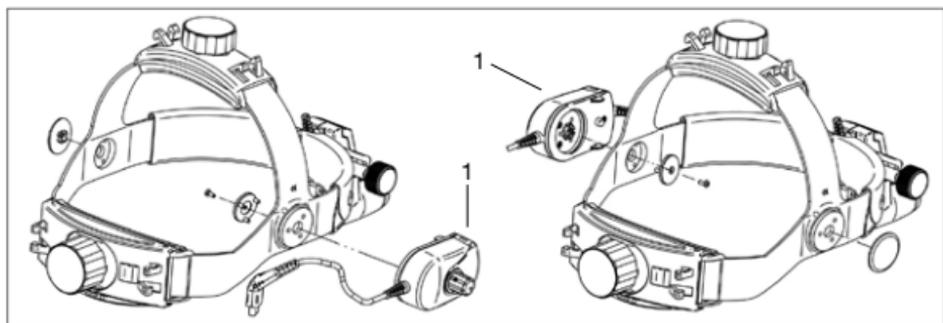

Fig. 3 Montaje del regulador de cinta craneal
Vd. puede colocar el regulador de la cinta craneal (1) en el lado izquierdo o derecho de la cinta craneal (fig.3). Después podrá regular la claridad con progresión continua.
Para el funcionamiento de ML4 LED con el mPack o EN50 conecte el cable corto del regulador de la luminosidad con el cable de conexión mPack UNPLUGGED/Cinch y sujete éste a la tapa del segmento posterior de la cinta craneal (fig. 4). Conecte el instrumento al manguito Cinch del mPack o EN50. Con el regulador (1) (fig. 3) puede ajustar el brillo y encender y apagar el aparato.